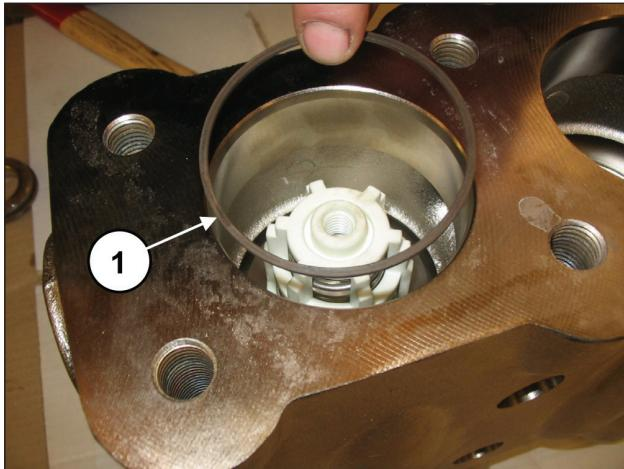

Рис. 109
Вставьте антиэкструзионное кольцо поз. №16 на деталировочном чертеже (поз. ①, Рис. 109).